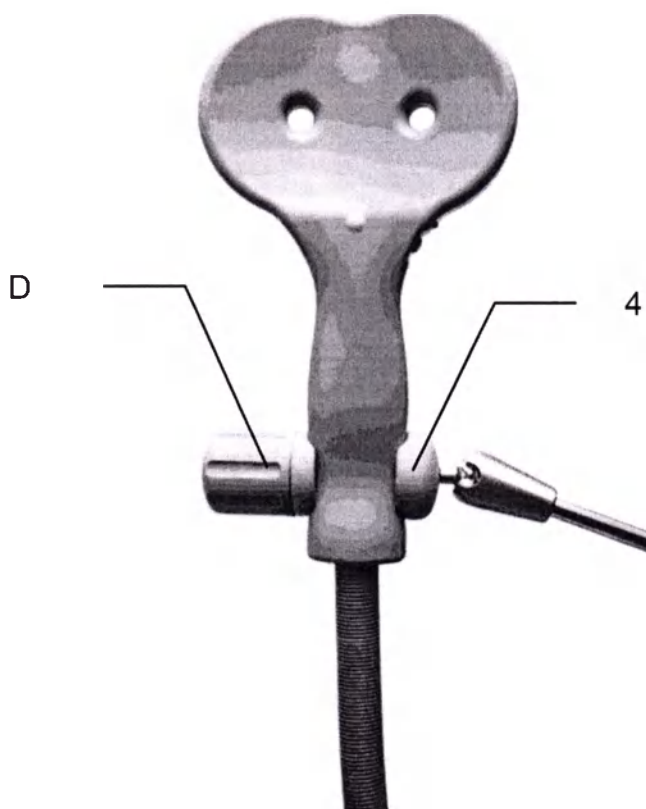

Рис. 3. Установка индуктора.
Ослабьте винт (D) и поместите ручку индуктора в захват (4) в соответствии с рекомендациями, приведенными на рис. 3.